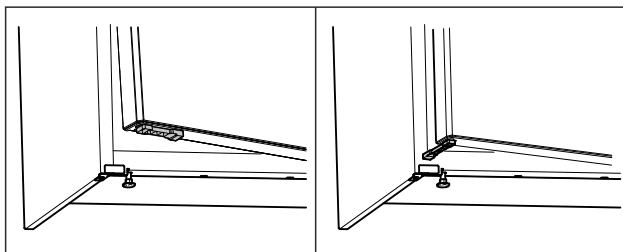

Fig. 56 *
- ▶ Faire tourner le limiteur d'ouverture de porte à 90°. (voir Fig. 56) *